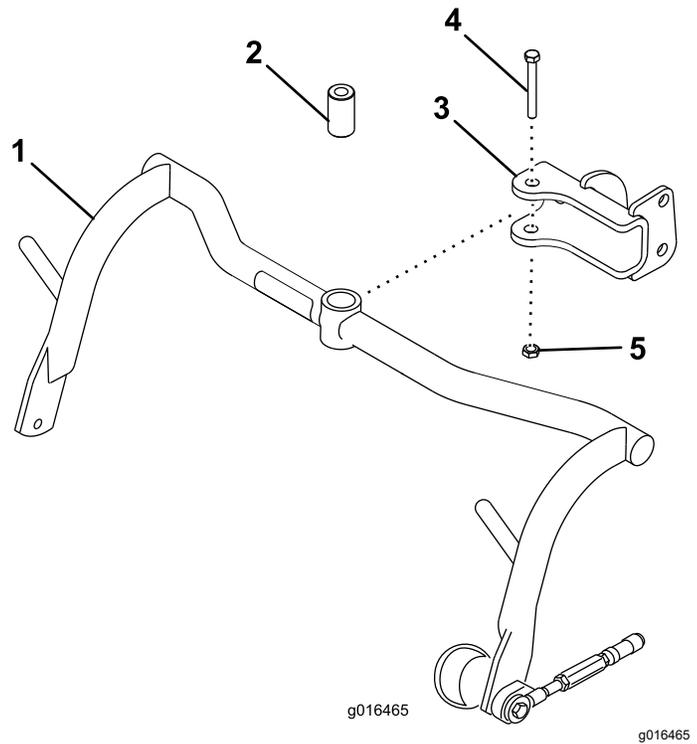

Figura 6
1. Monte un conjunto de bastidor de tiro en cada horquilla con un suplemento, un perno ( $\frac{1}{2}$ " x  $3\frac{1}{4}$ " y una contratuerca ( $\frac{1}{2}$ "); consulte la Figura 6. Apriete a entre 91 y 113 N·m.